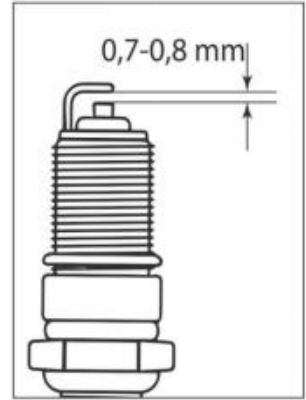

Fig. 27
7. Prüfen Sie den Abstand zwischen der Masseelektrode und der Mittelelektrode mit einer speziellen Sonde. Stellen Sie den Abstand bei Bedarf auf 0,7-0,8 mm ein (Abb. 27).